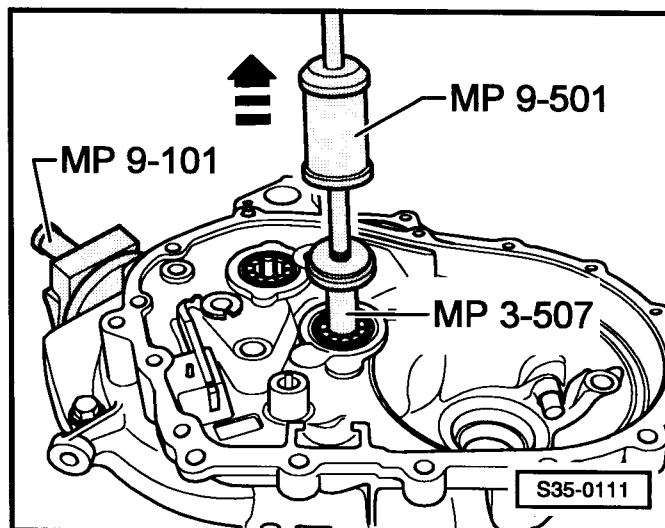

Рис. 10: Запрессовывание роликоподшипника в картер сцепления ►
□ запрессовывание ⇒ рис. 10 в **35-2** страница 6